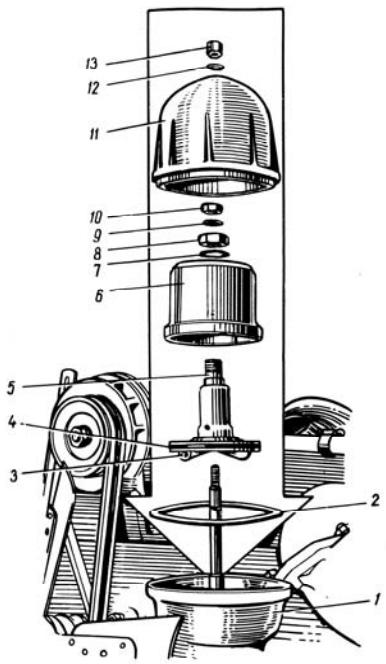

Рис. 56. Фильтр центробежной очистки масла:
- 2 Отвернуть гайку крепления ротора; снять ротор с упорной шайбой 9 (рис. 56).